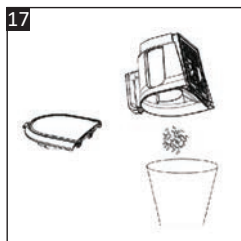

Рис. 17
2. Выньте пылесборник и сначала опорожните его содержимое (→ **ОЧИСТКА ПЫЛЕСБОРНИКА**). (Рис. 17).